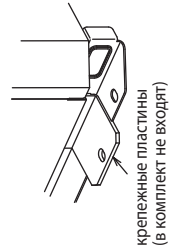

Рис. 3 (без съемной опоры)
- 4 Если болты крепления закручиваются после установки блока на основание, то используйте крепежные пластины (в комплект не входят). См. рис. 3 и 4.